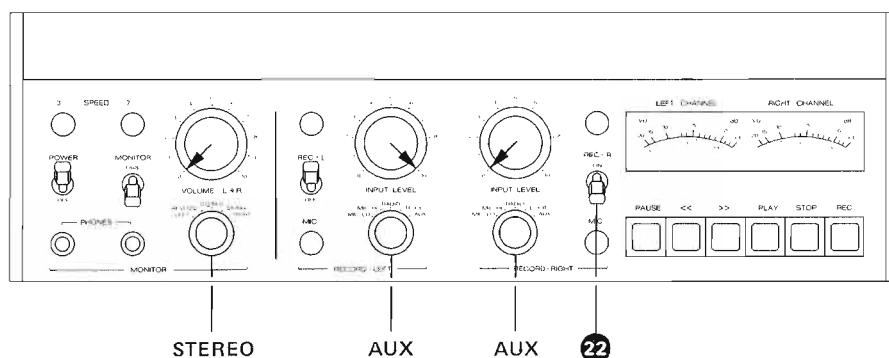

Fig. 6.4.-2
- Bedienungselemente nach Fig. 6.4.-2 einstellen.
- NF-Generator auf gleichem Pegel belassen (1000 Hz, 0,775 V am Ausgang). Anschluss AUX INPUT (48). Beide VU-Meter zeigen 0 VU.
- Zusätzlich Aufnahmeverwahlschalter REC-R (22) auf ON. Nur linkes VU-Meter zeigt 0 VU.